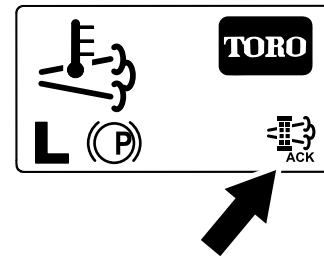

Figura 64
- InfoCenter afiează ecranul de pornire i pictograma de confirmare a regenerării (Figura 64) apare în colul din dreapta jos al ecranului pe măsură ce procesele de regenerare sunt în curs de desfășurare.